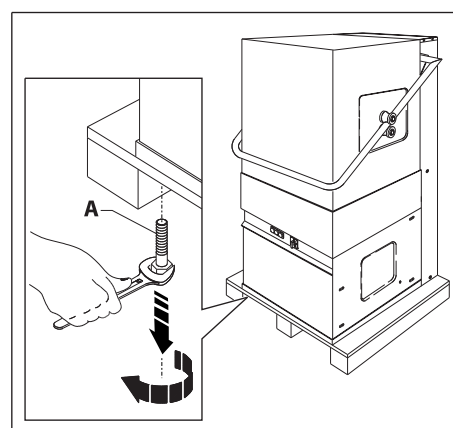

Fig. 3
2. Togliere le due viti A che fissano la lavastoviglie al bancale di trasporto (fig. 3)